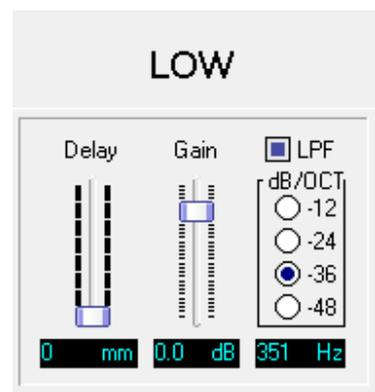
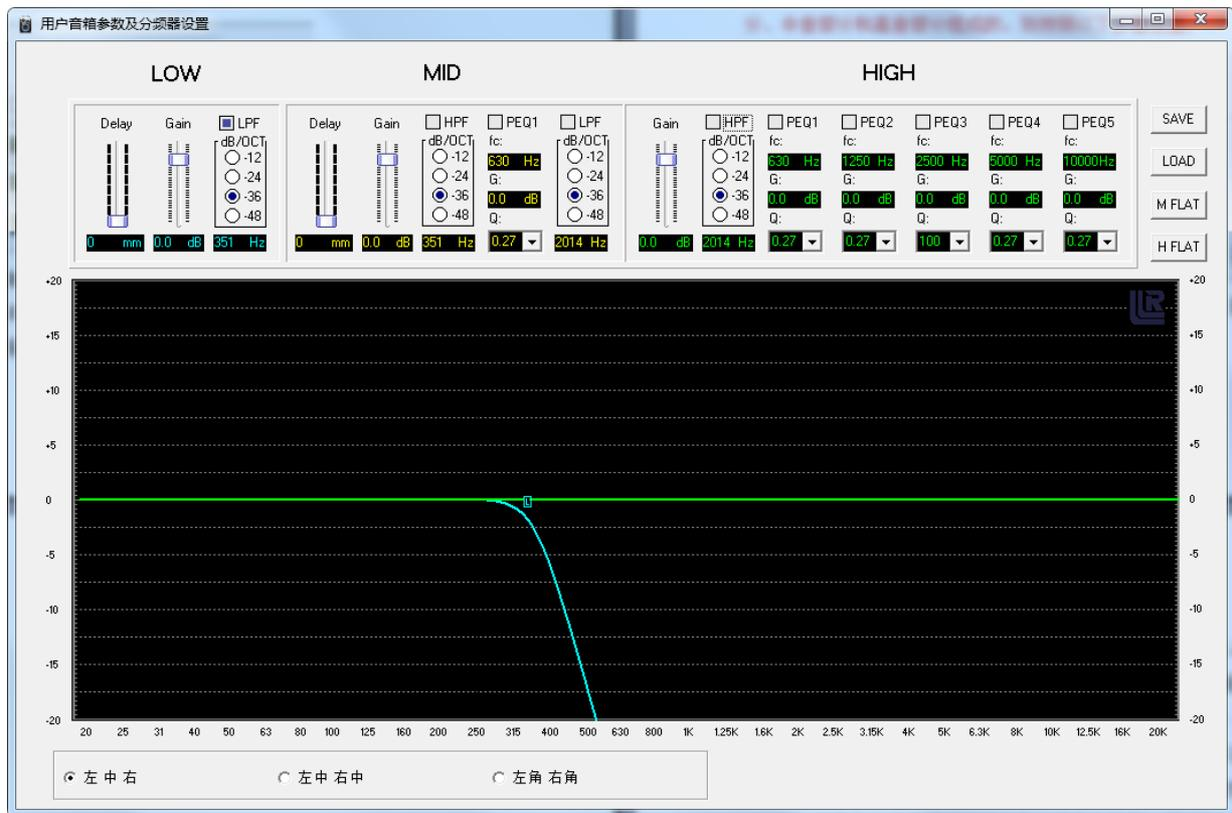

图 5-15 低频部分设置界面
图 5-16 CPS4216 低音部分分频图
①设置“LOW”区域，即音箱低音部分。如图 5-15 所示。选中“LPF”（低通滤波），“dB/OCT”（斜率）选择“-36”档，拖动蓝色方框中带“L”的小标志，设置好分频点（CPS4216 分频点为 350Hz 左右）。以音箱 CPS4216 为例，其低音部分与高音部分的分频点为 350Hz 左右，如图 5-15 右下角所示。CPS4216C 低音部分分频图如图 5-16 所示。